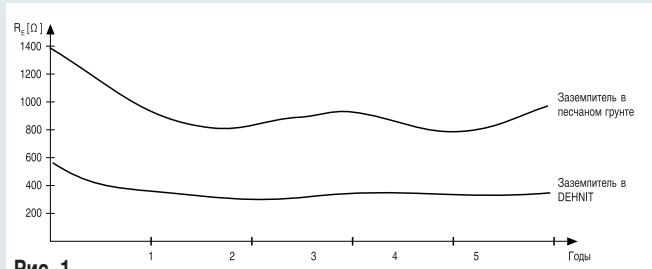

Рис. 1
- получаемые сопротивления заземления практически не зависят от температурных и климатических колебаний и остаются постоянными в течении долгого времени (**см. рис. 1**).